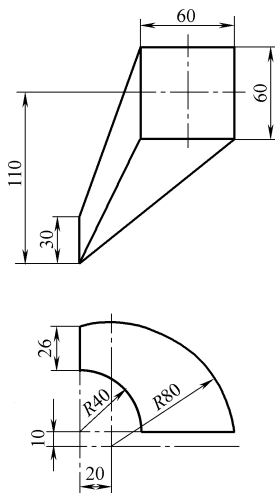

图 3-16
5. 图 3-16 所示为一小口 $26\text{mm} \times 30\text{mm}$ 、大口 $60\text{mm} \times 60\text{mm}$ 的变向、变位方接管，试对其四面进行展开。